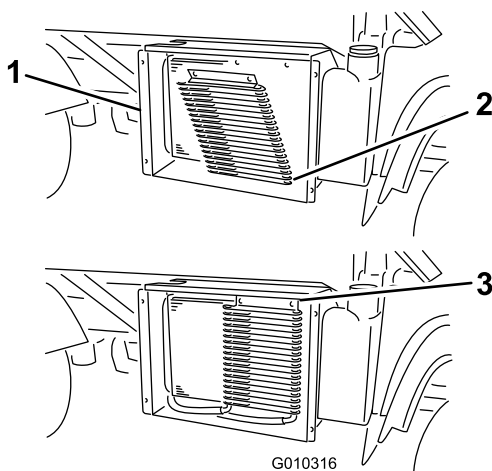

Рисунок 32
4. Поверните защелки и откиньте от радиатора масляный охладитель (если это предусмотрено) (Рисунок 32).